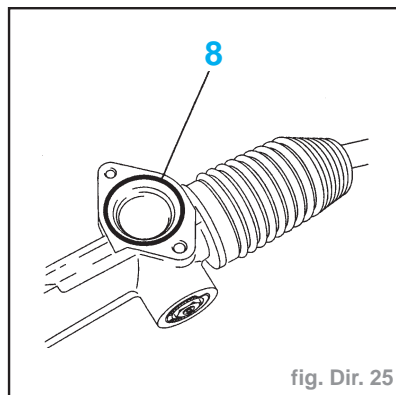

fig. Dir. 25
- Déposer le joint torique (8) (fig. Dir. 25).